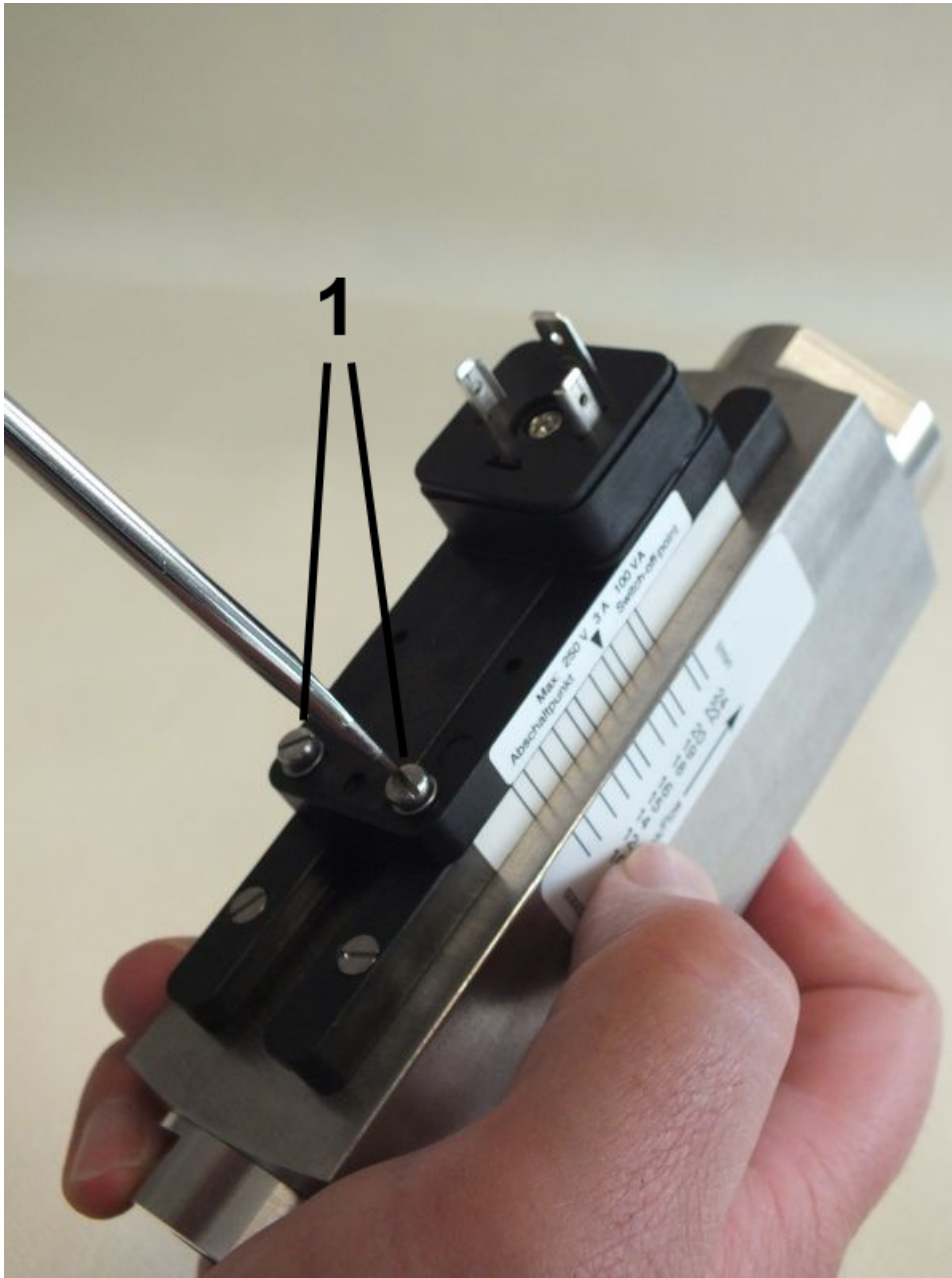

Abb. 38: Feststellschrauben lösen
1. Die Feststellschrauben des Schaltkontaktes (Abb. 38/1) mit einem Schlitzschraubendreher lösen.
3. Feststellschrauben des Schaltkontaktes (Abb. 38/1) mit einem Schlitzschraubenzieher wieder anziehen. Dabei Schrauben-Anziehdrehmoment beachten.